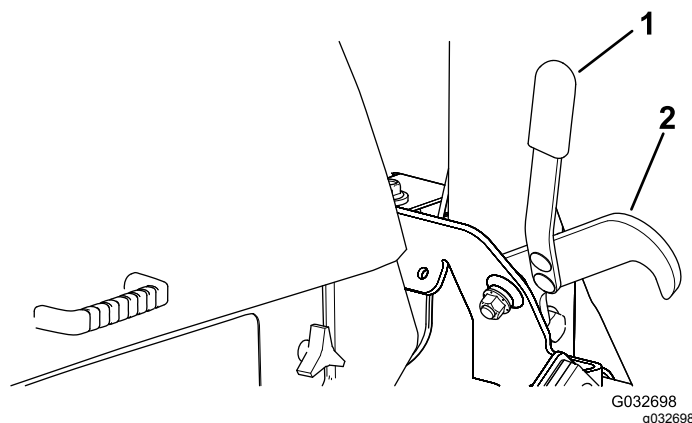

図 31
2. 着席してキーを RUN 位置に回す **図 31**。